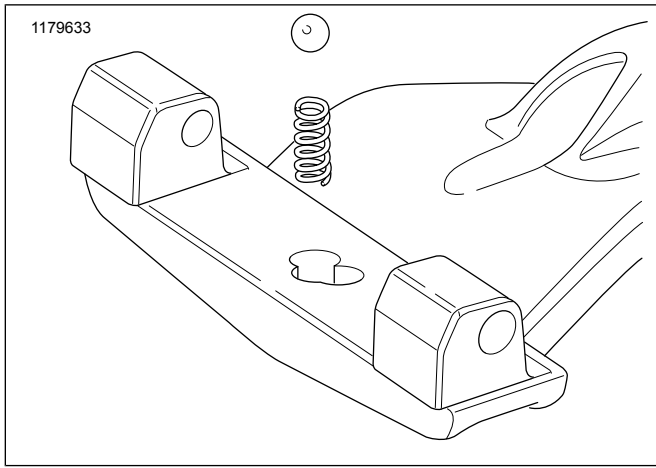

Figure 3. Pose de la bille et du ressort
5. Voir Figure 3. Insérer le ressort dans le trou de retenue du support de marchepied. Poser la bille sur le ressort.